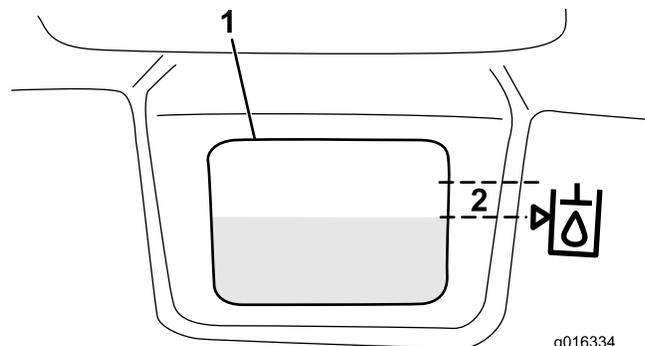

图31
3. 将适当的液压油缓慢注入油箱，直至油位达到油箱前面白色窗口旁边符号箭头所指的 6mm 或以下位置（图31）。切勿过量添加。